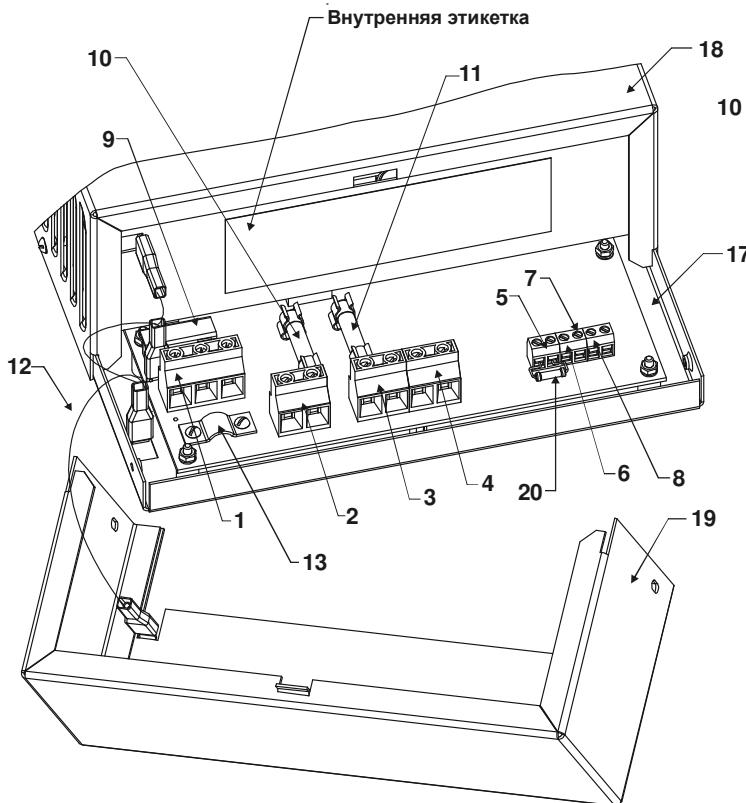

Рисунок 1
Источник размещен в металлическом корпусе, состоящем из днища, кожуха основного и кожуха монтажного отсека. Кожух основной скрывает радиоэлементы, не требующие обслуживания при эксплуатации источника, под кожухом монтажного отсека расположены элементы коммутации и защиты (рисунок 1), которые размещены на печатной плате.
Снимите кожух монтажного отсека поз.19 рисунок 1 для доступа к элементам коммутации и защиты. При необходимости отсоедините перемычку заземления поз.12 рисунок 1.
- ◆ Подключите сетевые провода и провод заземления, или шнур питания сетевой (входит в комплект поставки) соблюдая фазировку, к соответствующим контактам колодки «Сеть», пропустив их под прижимной планкой (поз.13 рисунок 1), предварительно ослабив фиксирующие ее винты не более чем на 4-5 оборотов, после чего затяните винты прижимной планки до обеспечения жесткой фиксации проводов.
- ◆ Закройте кожух монтажного отсека поз.19 рисунок 1, подсоединив к нему перемычку заземления поз.12 рисунок 1, если она была отсоединенна.